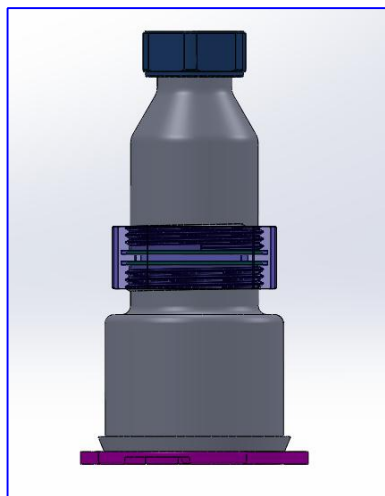

图 11
6) 将水样采集完成的定容瓶从定容瓶连接适配器上拧下，将定容瓶拧上定容连接器和定容上瓶，最后锁紧容器上盖(如图 11)。将整体转至下序。